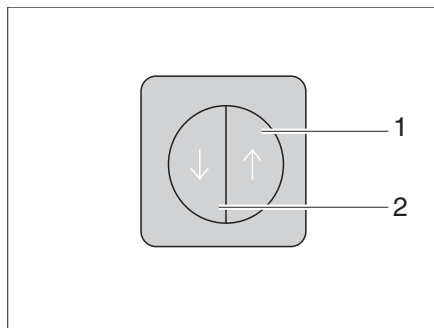

Fig. 17 Interrupteur de verrouillage central de la cuisine intégrée
La cuisine intégrée est équipée d'un verrouillage central. Les portillons et tiroirs du bloc cuisine peuvent être verrouillés et déverrouillés manuellement avec l'interrupteur (Fig. 17).
- Appuyer sur l'interrupteur (Fig. 17,2). Les portillons et les tiroirs du bloc cuisine sont verrouillés.
- Appuyer sur l'interrupteur (Fig. 17,1). Les portillons et les tiroirs du bloc cuisine sont déverrouillés.